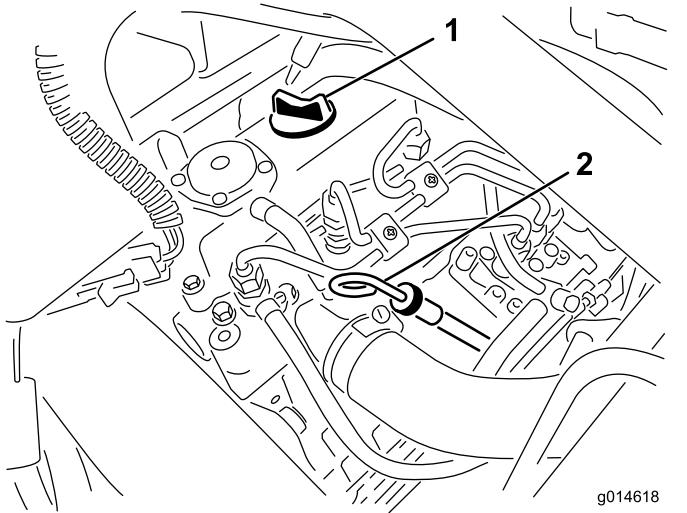

Figure 25
- Retirez la jauge et essuyez-la sur un chiffon propre (Figure 25).